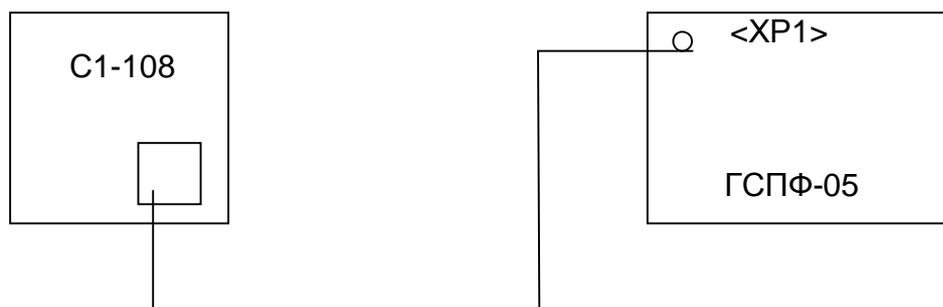

Рис. 7. 12
7.5.3.9.1 Собирается измерительная схема так, как показано на Рис. 7. 12.